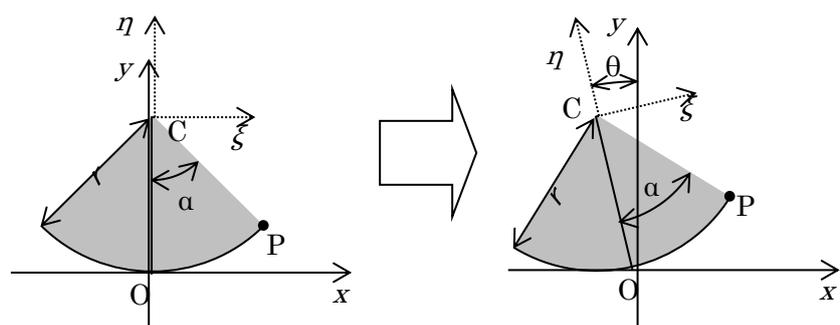

図 2 転がる扇形の断面の物体
8. 図 2 のように扇形の断面の物体が、水平な x 軸上を滑らずに転がる。扇形の弧の半径を r 、円弧上のどこからも距離が r になる点 C の座標を (x_C, y_C) とする。円弧上の点 $P(x_P, y_P)$ の位置が式(5)で表され、 $x_C=0$ の時に y 軸と線分 CP のなす角が α とするとき、角 θ を時間 t の関数、 α および半径 r を定数として、原点 O に対する点 P の運動の加速度を計算してください。